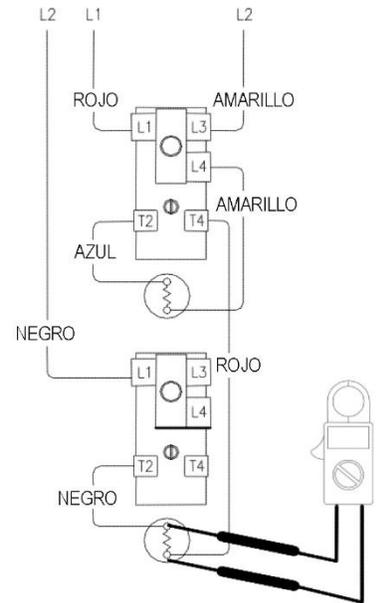

Figura 28
5. Compruebe el voltaje en el elemento inferior (consulte la figura 28).